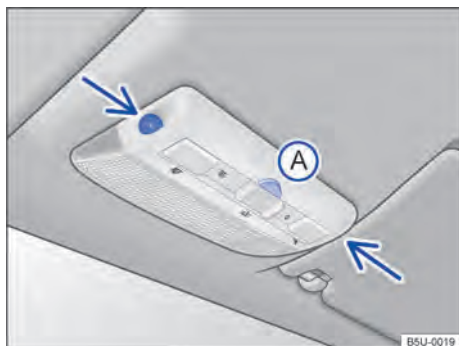

Fig. 47 No console do teto: sensores de monitoramento do interior do veículo e tecla (A) para desligar o monitoramento do interior do veículo.
O monitoramento do interior do veículo dispara o alarme com o veículo travado, se reconhecer movimentos no interior do veículo. O sensor e o receptor estão localizados no conjunto da lanterna de leitura → Fig. 47 (setas).
- Pressionar a tecla → Fig. 47 (A). No painel de instrumentos, a luz de controle 🚗 se acende.